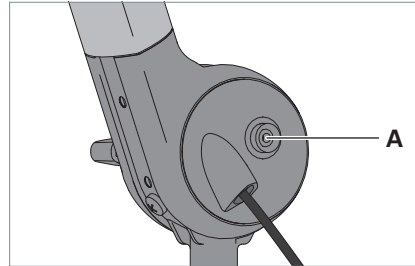

Fig. 6: Bouton-poussoir pour le câble de mise à la terre.
- ▶ Enfichez une des extrémités du câble de mise à la terre livré avec l'appareil sur le bouton-poussoir **A** du luminaire, voir Fig. 6.